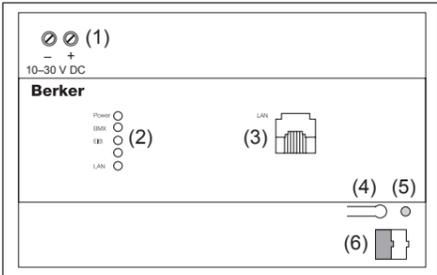

Bild 1: Geräteübersicht
- Netzwerkleitung (LAN) in die RJ45-Buchse (Bild 1, 3) einstecken.